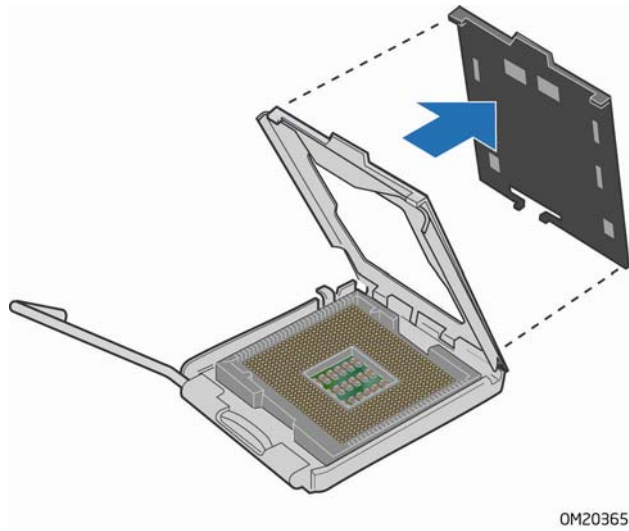

图 8. 取下插槽保护罩
4. 从压板上取下插槽的塑料保护罩（图 8）。请勿将插槽保护罩丢弃。每当从插槽中拆除处理器后，总要把插槽保护罩重新盖好。